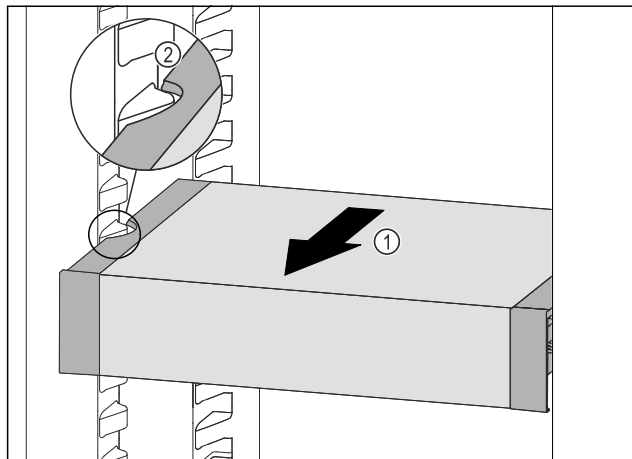

Fig. 63
- ▶ Изтеглете VarioSafe напред Fig. 63 (1), докато страничните прорези на VarioSafe се намират на височината на реброто на съда в хладилната част. Fig. 63 (2)